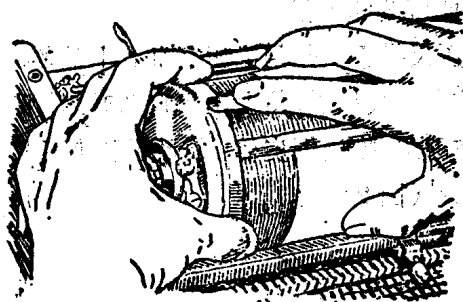

图 3
8. 下压尺：是用来压住纸张下端的。纸的上端由上压尺夹住后，用左手小指揪下直离格器把手，其余手指按住滚筒轴把手旋转滚筒，右手轻抚纸张自上而下转到纸的长短所需的地位为止。再放下下压尺，压住纸的下端，旋转压纸尺环圈，使下压尺扣在环圈里（图3）。这样纸张就平正地被卷在滚筒上了。